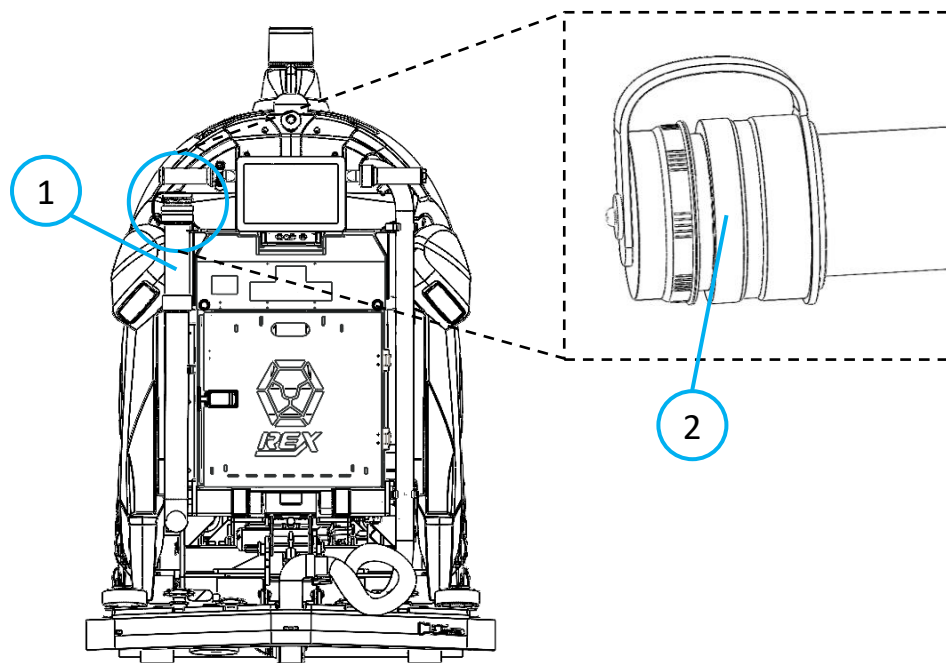

Fig. 1
1. Maak de manuele afvoerslang (Fig 1 - 1) los van de daarvoor bestemde haken.
2. Richt de slang op een afvoer of een aangewezen afvoerplaats en maak de slang los (Fig. 1 - 2).